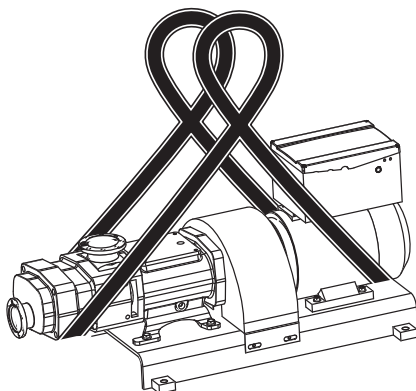

Fig. 7 Transporte con eslinga redonda
Rodee el motorreductor con la eslinga; véase la Fig. 7 «Transporte con eslinga redonda», pág. 10.
2. Coloque el otro extremo de la eslinga alrededor de la carcasa de la bomba; véase la Fig. 7 «Transporte con eslinga redonda», pág. 10 fig. 7 «Transporte con eslinga redonda», pág. 10.